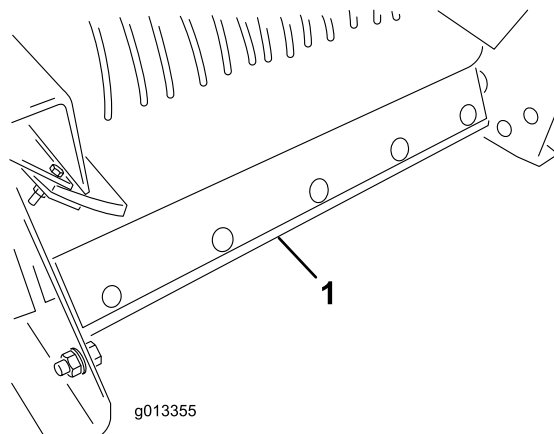

Figura 50
5. Staccate il gruppo raschiatore di pulizia del nastro dalla parte posteriore del ProPass (Figura 50).